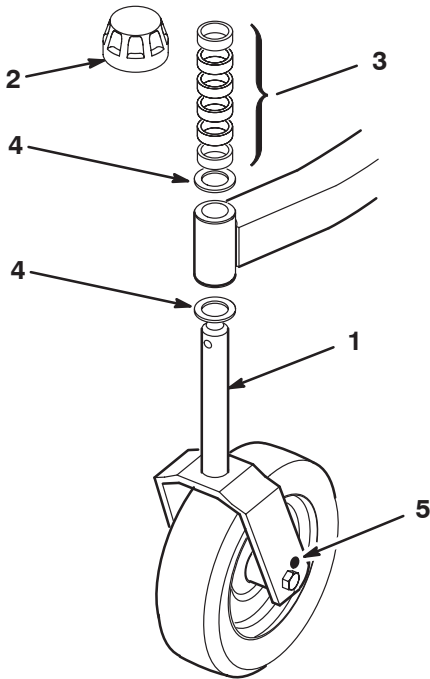

Figure 10
2. Elargissez les trous d'un diamètre de 11 mm pour obtenir un diamètre de 12,7 mm ou 13,1 mm de chaque côté des chapes (Fig. 10 et 11).
1. Enlevez le chapeau de tension de l'axe de pivot et sortez l'axe du bras pivotant avant. Enlevez la rondelle de l'axe de pivot. Glissez les entretoises sur l'axe de pivot pour obtenir la hauteur de coupe désirée, puis glissez la rondelle sur l'axe (Fig. 10).
2. Poussez l'axe de la roue pivotante dans le bras pivotant avant, glissez l'autre rondelle de butée et les entretoises restantes sur l'axe, puis mettez le chapeau de tension en place pour fixer l'ensemble (Fig. 10).